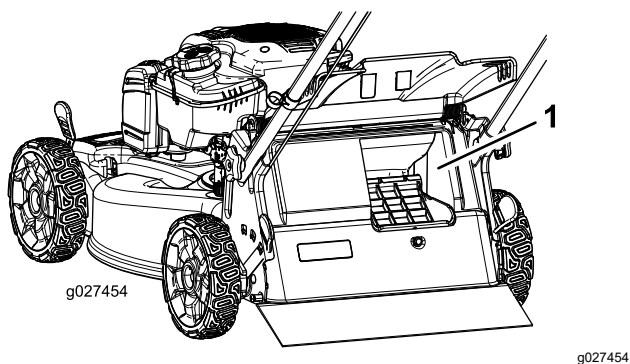

図 19
**重要**適切に集草が行われるように、レバーの位置を変える前には、エンジンを止め、可動部が完全に停止するのを待ち、その後、バッグ・オン・デマンド・ドアやその他の開口部にたまっている刈りかすやごみを完全に除去してください **図 19**。